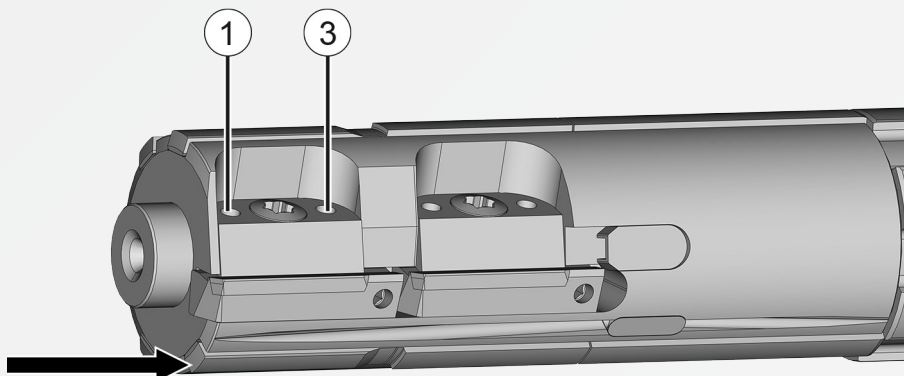

图 8：基准条侧视图
3. 将两个测量探头移向基准条。基准条是指沿旋转方向位于刀片后方的首个导条（参见图 8 箭头）。向基准条施加测量探头特有的预应力，随后将两个测量探头归零。